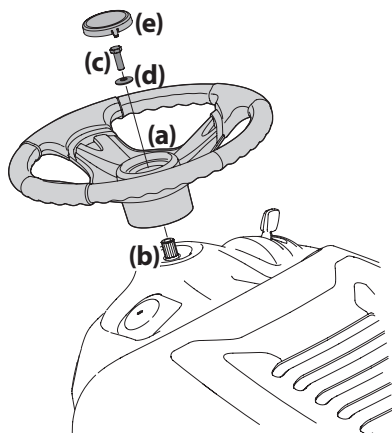

Figure 7
- Assurez-vous que les roues de l'appareil sont dirigées vers l'avant, puis placez le volant de direction (a) sur l'arbre de direction (b). Voir Figure 7.
- Fixez le volant de direction avec le boulon hexagonal qui se trouve sous le capuchon. Serrez le boulon à un couple de 18 à 22 pi-lb (24 à 30 N-m). Voir Figure 7.
- Placez le couvercle du volant de direction (e) au centre du volant de direction (a) et poussez-le jusqu'à ce qu'il s'enclenche en place. Voir Figure 7.
NOTE : Un enduit frein est appliqué sur le boulon (c) qui fixe le volant de direction (a). Si vous retirez le boulon, il est recommandé d'appliquer de l'enduit frein ou de remplacer le boulon. Voir Figure 7.